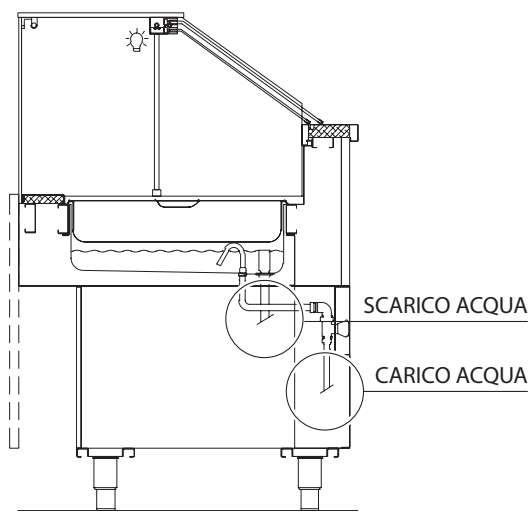

fig. 10
- Collegare carico e scarico acqua mediante gli appositi raccordi forniti in dotazione (fig.10).